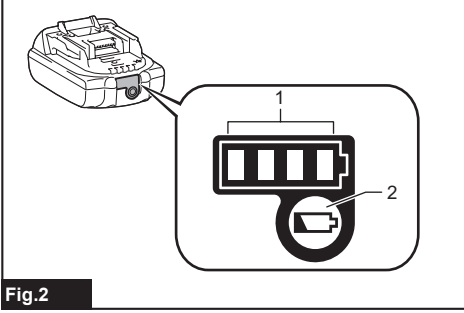

Fig.2
► Рис.2: 1. Индикаторы 2. Кнопка проверки